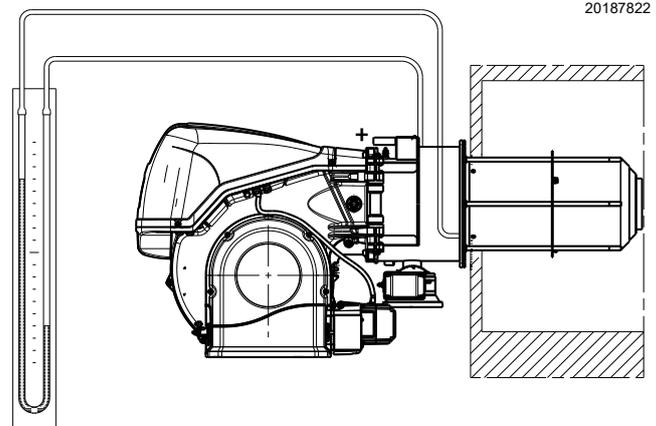

Abb. 28
- Ein U-Rohr-Manometer oder einen Differenzdruckmesser (Abb. 28) mit Anschluss (+) am Gasdruck der Muffe und (-) in der Brennkammer montieren.
Das U-Rohr-Manometer (Abb. 28 auf Seite 33) zeigt den Gaseintritt an der Muffe an.
Den Gasdurchsatz am Zähler ablesen. Ein Richtwert kann den Abb. 22 und Abb. 24 auf Seite 29 entnommen werden. Es genügt, den Gasdruck am U-Rohr-Manometer abzulesen (in der Abb. 28 auf Seite 33 gezeigt) und den Anweisungen zu folgen.